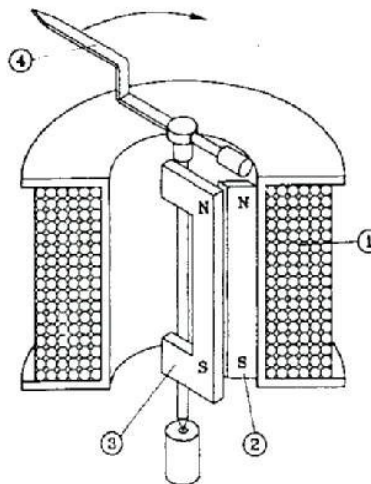

Figura 2:
En la figura 2 se puede ver las partes internas de un instrumento de Fe móvil el cual consta de (1) una bobina de alambre de Cu por la que circula la corriente a medir y que produce un campo magnético. Las dos plaquitas de Acero de bajo porcentaje de carbono, una fija (2) y la otra móvil (3), quedan imanadas en el mismo sentido y entonces se repelen. Al estar la plaqueta móvil unida a la aguja (4) a través del eje desviación de la aguja. Por lo tanto la desviación de la aguja será proporcional al cuadrado de la intensidad de la corriente.